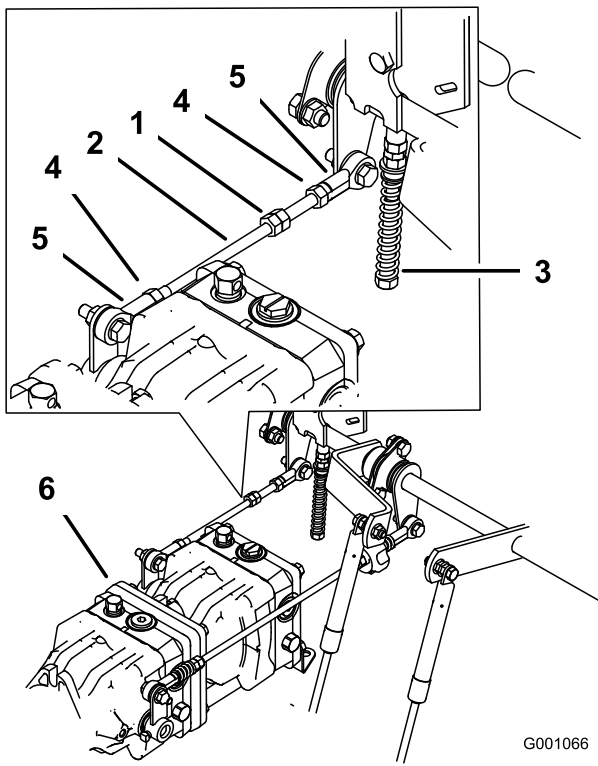

Figura 91
1. Afloje las contratuercas de la articulación esférica de la varilla de control de la bomba (Figura 91).
3. Ajuste la longitud de la varilla de la bomba girando las tuerca dobles de la varilla, en el sentido apropiado, hasta que la rueda quede estacionaria o se mueva muy lentamente en marcha atrás (Figura 91).
6. Apriete las contratuercas de las articulaciones esféricas (Figura 91).